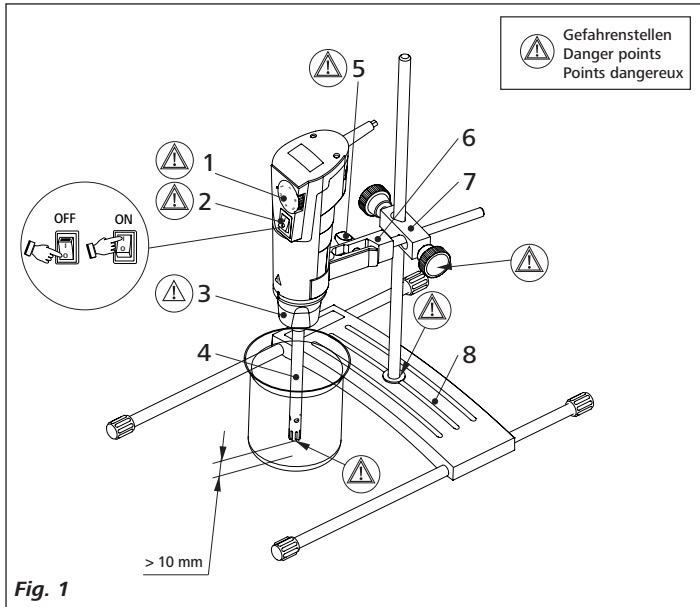

Fig. 1
**Beachten Sie die in Fig. 1 dargestellten Gefahrenstellen.**